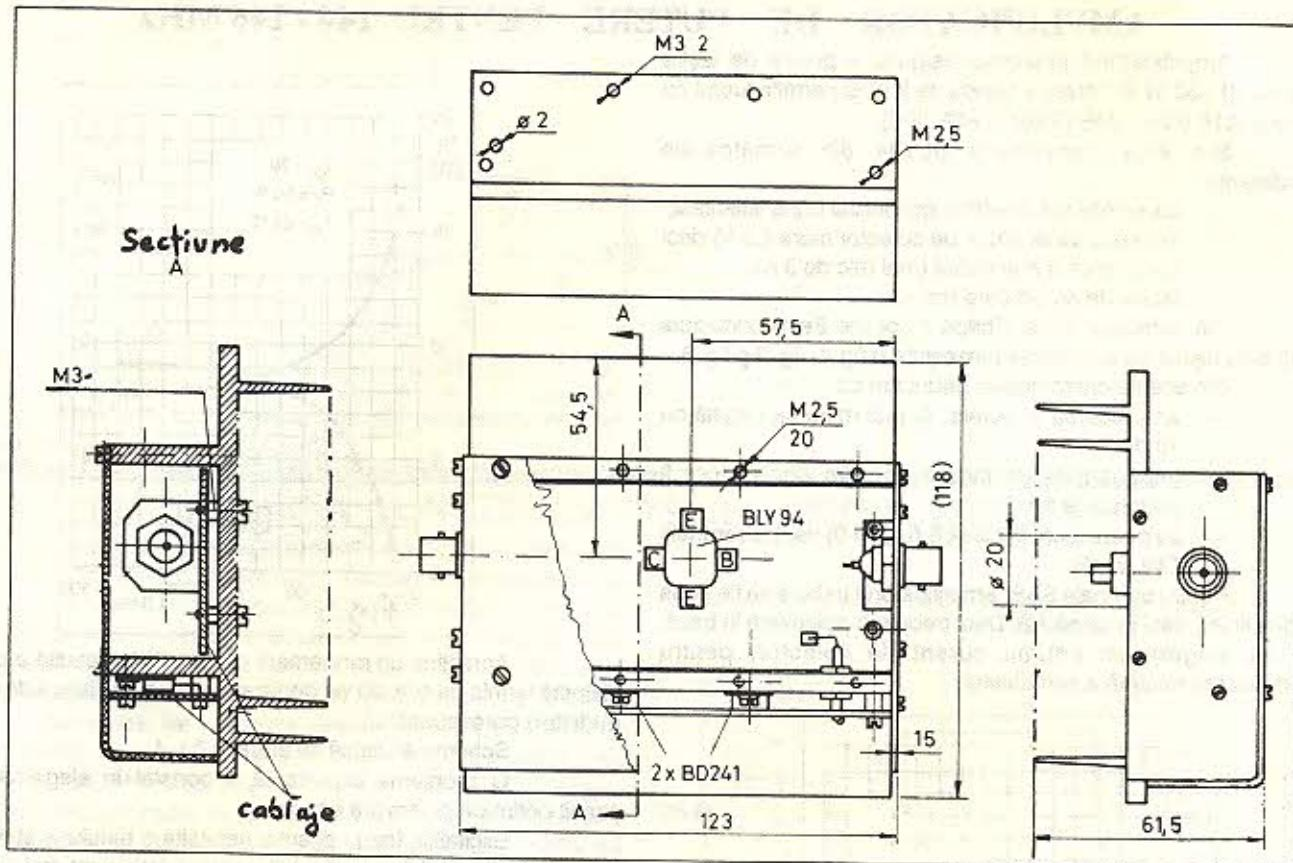
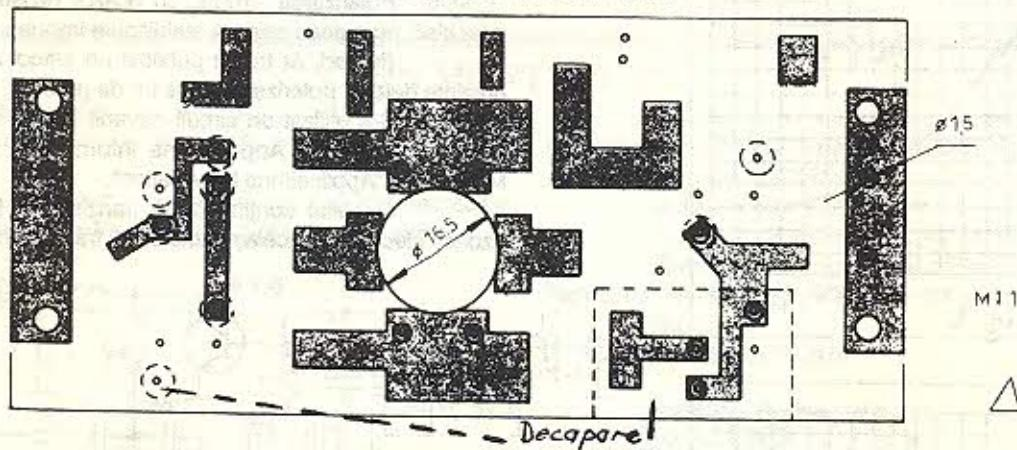

Fig. 5 Detalii de asamblare
Fig. 6 Circuit dublu placat
Circuitul de polarizare este montat într-un plan perpendicular pe o nervură a radiatorului (fig. 5).
Cablajul se prezintă în fig. 5. Piezele se montează prin lipire directă pe față cu trasee. Steclo{textolitul folosit este dublu placat, față a două fiind continuă (asigură un excelent plan de masă și capacitate parazite mici și constante), cu excepția zonelor marcate în desen (fig. 6) cu linii punctate. Astfel în dreptul armăturii
1) Privind fig. 5:
3) Prima opțiune DL7QY (ref. 9) (fig. 6).